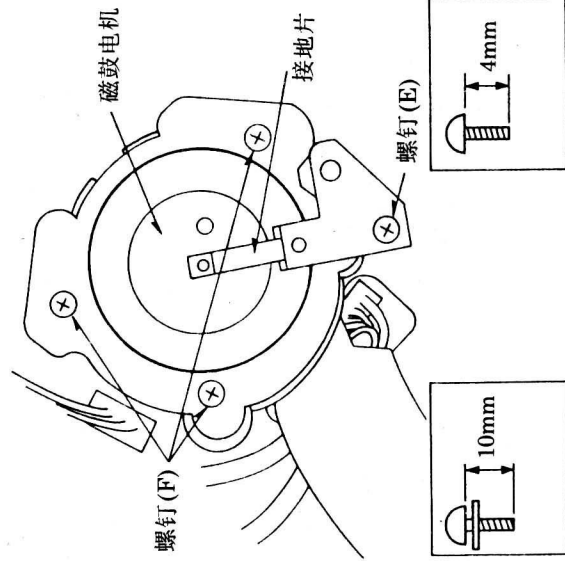

图 32
4. DD 磁鼓部分的更换(如图 32 所示)
- 步骤: ① 卸下螺钉(E), 取下接地片;
② 卸下 3 个螺钉(F), 取下 DD 磁鼓部分;
③ 重新安装新 DD 磁鼓组件, 旋紧 3 个螺钉(F)。
- 注: ① 在拆卸和更换时, 应特别小心;
② 维修时, 不要触及视频磁头;
③ DD 磁鼓组件与底板之间的间隙非常小, 在操作时务必格外小心。